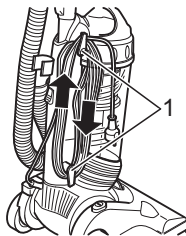

Abb. 16
5. Wickeln Sie das Netzkabel auf die Kabelhalterungen (Abb. 16/1).